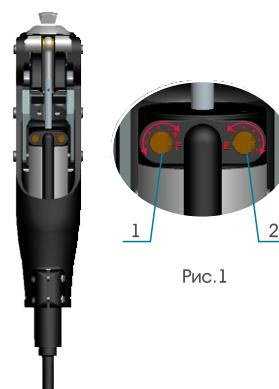

Рис.1
- Регулировка сгибания и разгибания осуществляется поворотом регулировочных дросселей 1 и 2 соответственно (рис.1), расположенных стыковой стороны модуля: